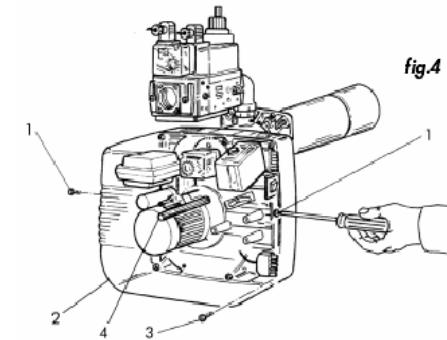

fig.4
Чтобы обеспечить доступ к основным узлам, снимите крышку (рис. 4). Техническое обслуживание насадки горения выполняется следующим образом:
- Отвинтите винты 1 и снимите крышку 2 (рис. 4).
- Отвинтите винты 3 и центральный штифт 4 (рис. 4).